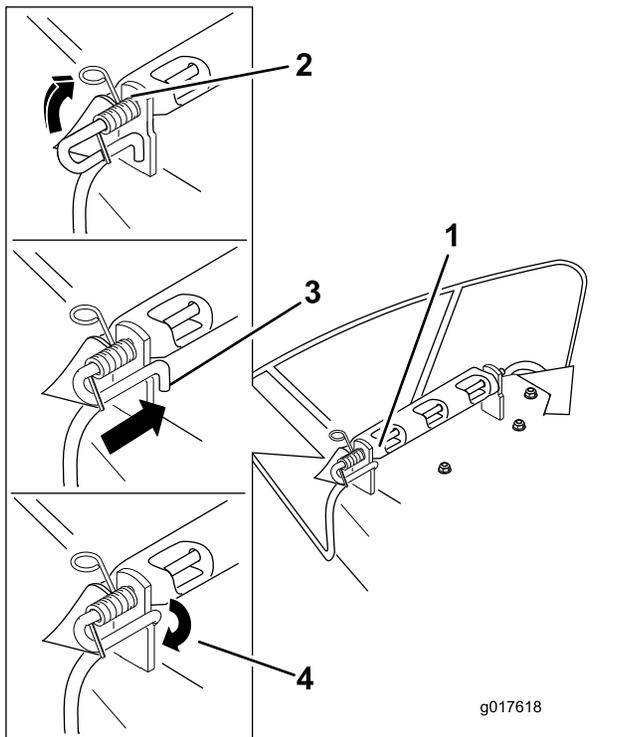

Bild 79
4. Positionieren Sie das neue Auswurfablenkblech mit den Halterungsenden zwischen den geschweißten Halterungen am Mähwerk, wie in Bild 79 abgebildet.
6. Positionieren Sie die Feder auf die Stange so, wie in Bild 79 abgebildet, dass das kürzere Federende unter der Stange vor der Biegung verläuft und über der Stange ist, wenn sie von der Biegung zurückkommt.
7. Heben Sie das Schleifenende der Feder an und setzen es in die Kerbe an der Ablenkblechhalterung (Bild 79).
8. Befestigen Sie die Stange und Feder, indem Sie diese so drehen, dass das kurze Ende der Stange hinter die vordere Halterung passt, die an das Mähwerk geschweißt ist (Bild 79).